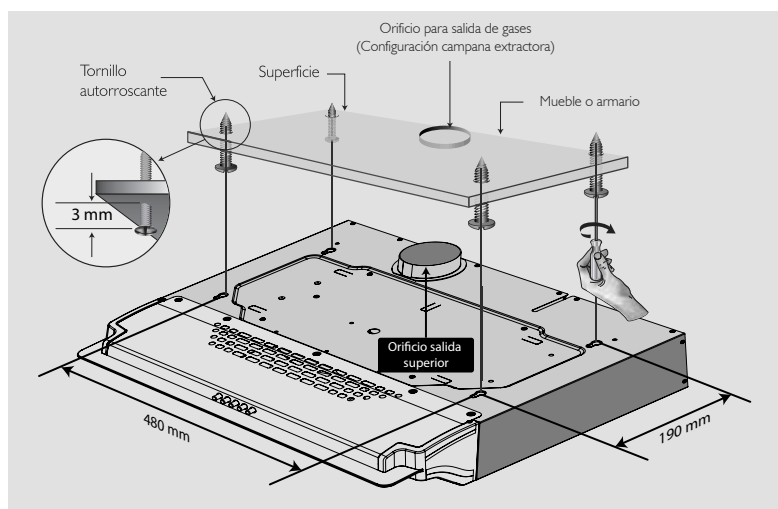

Figura 9
- Apoyando la cara superior de la campana sobre la superficie de instalación, marque los puntos donde se ubicarán los tornillos. Verifique que las medidas entre perforaciones coincidan con las indicadas en la figura 9.